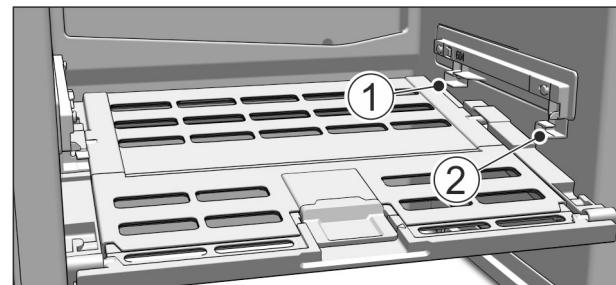

Fig. 50
▶ 装入水果和蔬菜长久保鲜盖子：将桥形接片由下方导入后部固定支架 Fig. 50 (1) 内并卡在固定支架 Fig. 50 (2) 的前部。